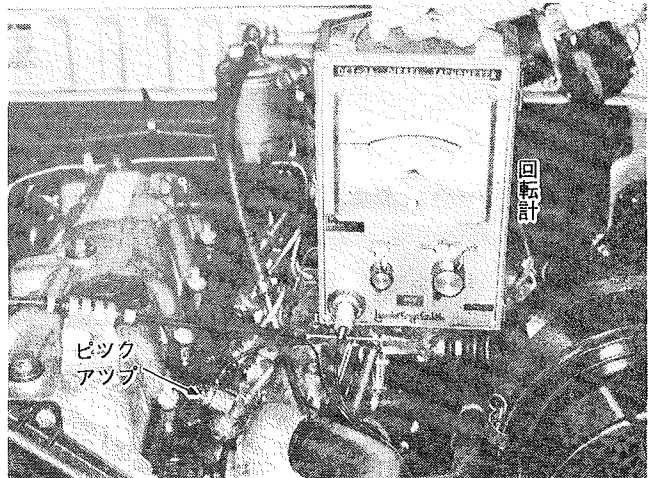

図4-328 回転計接続(イヤサカ DAT-3 Aの場合)
3. ノズル ホルダに回転計のマグネット式ピックアップを取り付ける。(図4-328)